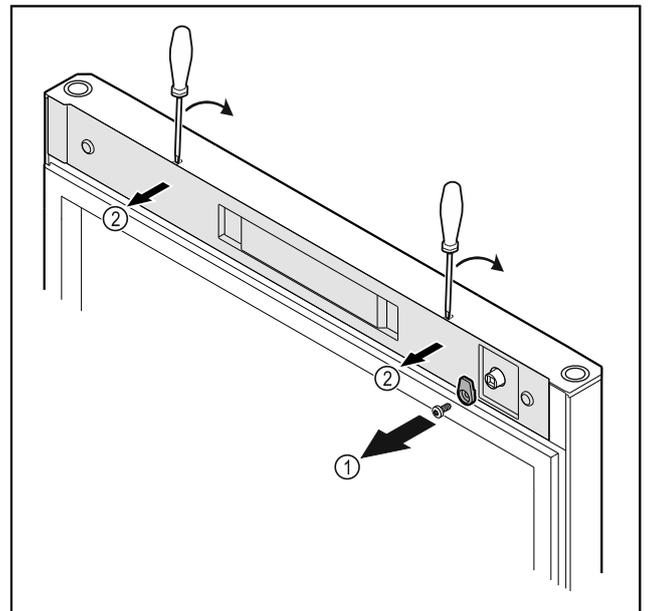

Fig. 19
- ▶ Dévisser le crochet de fermeture Fig. 19 (1).
- ▶ Décrocher le cache Fig. 19 (1) avec un petit tournevis et le retirer.